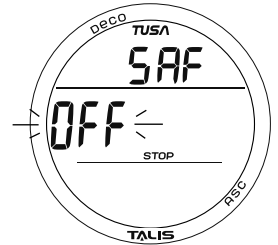

Abb. 40 - SICHERHEITSTOPP EINSTELLEN
**NORM-SICHERHEITSTOPP EINSTELLEN**, Informationen beinhalten (Abb. 40):